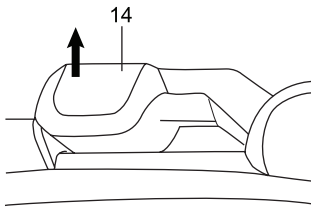

Fig. 6
Levante a pega dianteira (14) até ouvir um "clique". Para dobrá-la novamente, basta pressioná-la com um pouco mais de força. (Fig. 6 e 7)